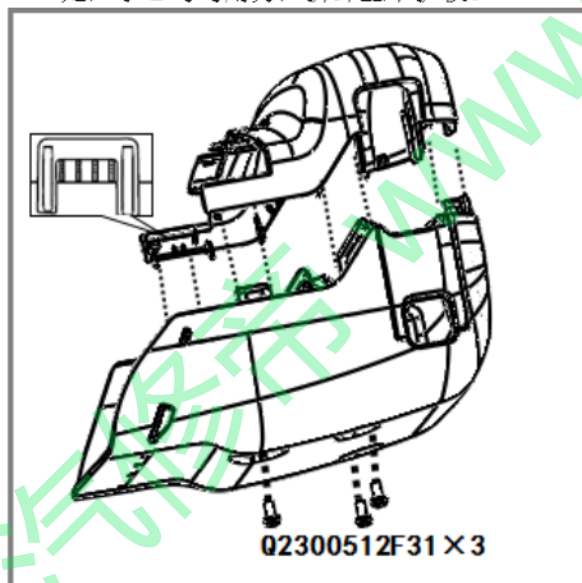

图 1.5.6 组合开关上下护板拆卸示意图
- (1) 拆卸前应先将组合开关上下护板调至角上轴下位置;
- (2) 用十字螺丝刀松掉图 1.5.6 中所示三处螺钉;
- (3) 双手分别抓住组合开关上下护板端面开口处, 小心均匀用力, 拆卸上下护板。